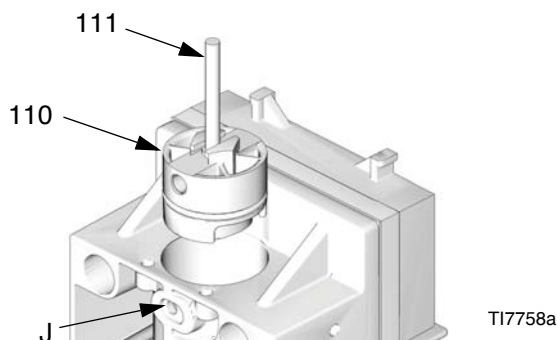

Рис. 10. Удалите ограничители поршня
3. См. Рис. 10 Извлеките удерживающие штифты (111) из их отверстий (J). Переверните штифты и вставьте головки в прорези на стопорах поршня (110). Воспользуйтесь штифтами для извлечения стопоров поршня.